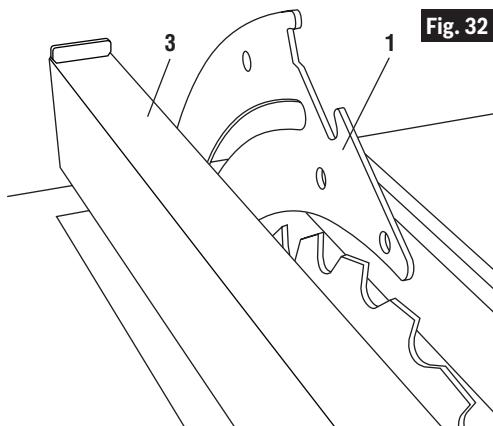

Fig. 32
las puntas de los dientes de la hoja de sierra. Fije el tope-guía para cortar al hilo y asegúrese de que la hoja, tanto en la parte delantera como en la parte trasera, aún esté tocando el tope-guía para cortar al hilo (Fig. 32).
3. Coloque el tope-guía para cortar al hilo **3** en el lado derecho de la mesa. Mueva cuidadosamente el tope-guía para cortar al hilo contra la hoja de manera que dicho tope-guía esté paralelo a la hoja y apenas toque las puntas de los dientes de la hoja de sierra. Fije el tope-guía para cortar al hilo y asegúrese de que la hoja, tanto en la parte delantera como en la parte trasera, siga tocando el tope-guía para cortar al hilo (Fig. 32).